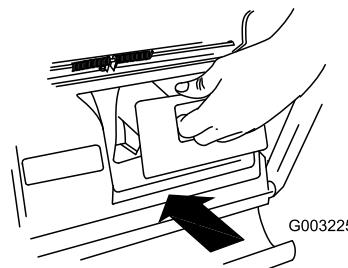

Figura 34
**Importante:** Asegúrese de que el tapón de descarga trasera está colocado antes de reciclar los recortes (Figura 34).